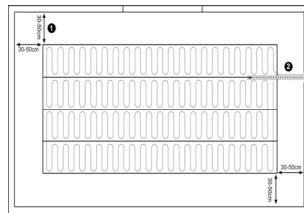

Рис. 2
- 3. Составьте схему укладки нагревательной секции (рис.2).** При составлении схемы укладки предусматривайте расстояние 30 - 50 см между системой и стеной, а также до других нагревательных приборов (стояки, трубы водяного отопления и т.п.).